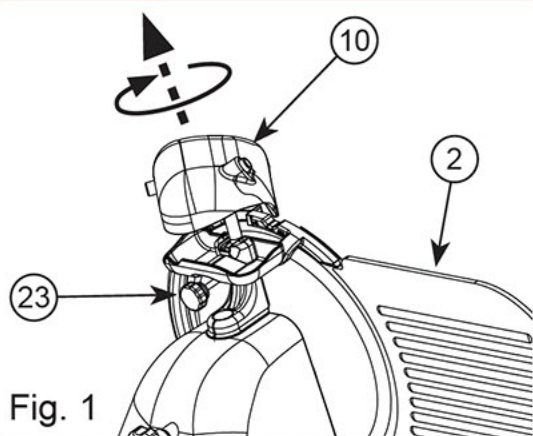
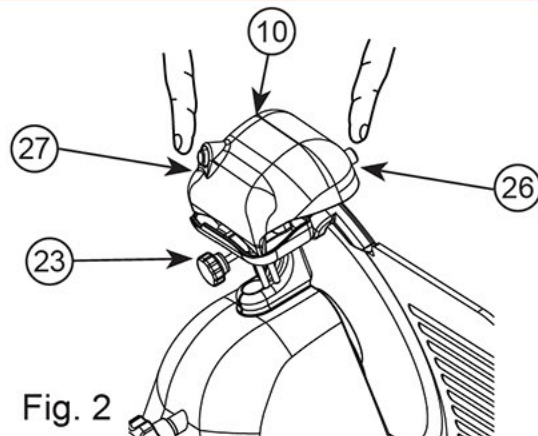

Fig. 1
Fig. 2
- Check that the movable bulkhead (2) is closed (graduated knob (6) in position "0").
- Loosen the locking knob (23) of the sharpener group (10).
- Raise the sharpener group (10), turning it by 180° (see Fig.1) so that both wheels are in working position. (see Fig.2).
- Lower the sharpener group (10) until it locks.
- Secure the group by turning the locking knob (23).
- Press button (27) and let the blade turn for about 1 minute.
- After having verified the presence of burr, switch on and gently press button (26) for about 3 seconds to remove the burr produced during sharpening.
- Put the graduated knob (6) back to "0" position.
- Accertarsi che la paratia mobile (2) sia chiusa (manopola graduata (6) in posizione "0").
- Allentare il pomolo di blocco (23) del gruppo affilatoio.
- Sollevare il gruppo affilatoio (10) in modo da ruotarlo di 180° (vedi Fig.1) per presentare le due mole in posizione di lavoro (vedi Fig.2).
- Assicurare il gruppo ruotando il pomolo di blocco (23).
- Azionare l'interruttore e premere il pulsante (27).
- Accertata la presenza di questa bava, azionare l'interruttore e premere leggermente il bottone (26) per circa 3 secondi in modo da asportare la bava prodotta durante l'affilatura.
- Riportare in posizione "0" la manopola graduata (6).